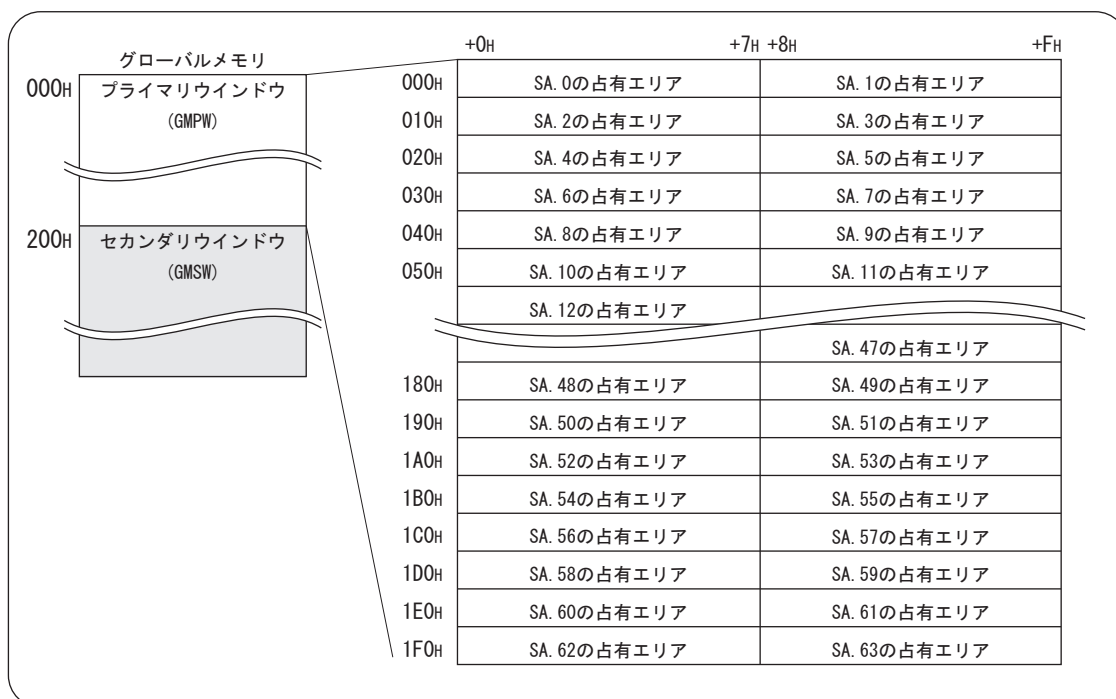

図 4.5 グローバルメモリ
MKY40 に搭載されているグローバルメモリ (GM) は、CUnet プロトコルに規定された 8 バイトサイズのメモリブロック (MB) が“64 個”連続して配列された 512 バイトのメモリです。個々のメモリブロックは、基本的に対応するステーションアドレスの CUnet ステーションが占有するエリアです (図 4.5 参照)